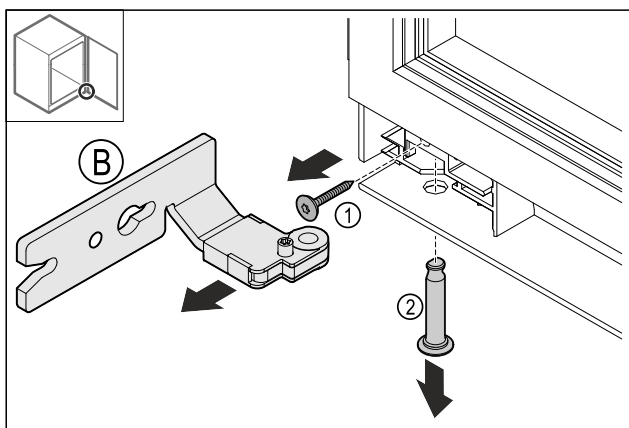

Fig. 17
- ▶ Poista ruuvi Fig. 17 (1).
- ▶ Poista pultti Fig. 17 (2).
- ▶ Poista saranan Fig. 17 (B).